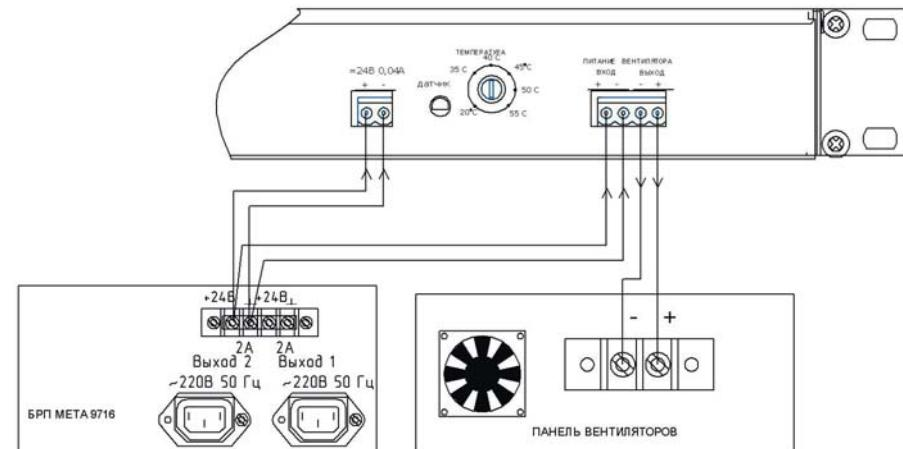

Рисунок 4. Подключение БРП к БУВ.
3. Подключите к БУВ основное питание +24В от БРП МЕТА 9716. Подключение осуществляется проводами сечением не менее 1 мм2 при длине кабеля не более 5 м (см. рисунок 4).